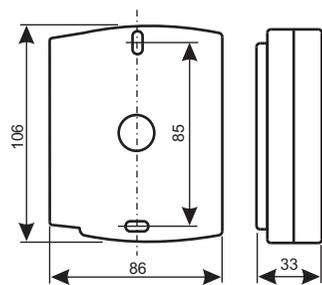

Рис.1
- Разметьте и просверлите отверстия для крепления под размер отверстий считывателя (Рис.1).